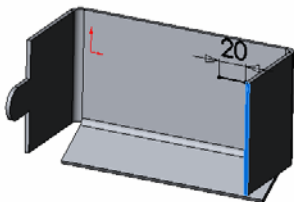

图 9-70 绘制直线草图
① 单击鼠标，选择如图 9-70 所示零件表面作为绘制草图基准面，绘制直线草图，直线长度为 20mm。